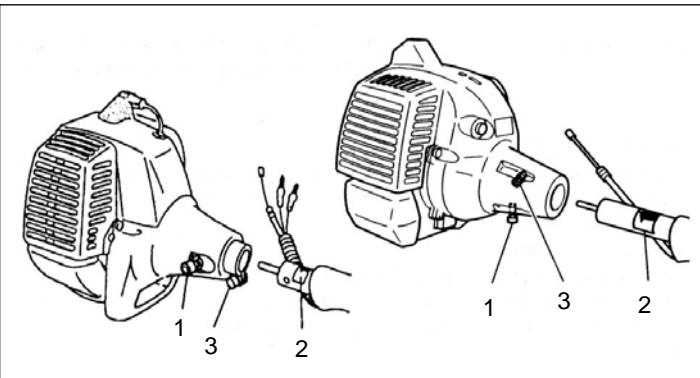

Fig.1-1
#### Drivaksel til motoren (Fig. 1-1)
2. Vær sikker på at låsepinnen (1) passer i rørets styrehull (2) og at røret ikke vil komme utenfor. (Fig. 1-1 B)